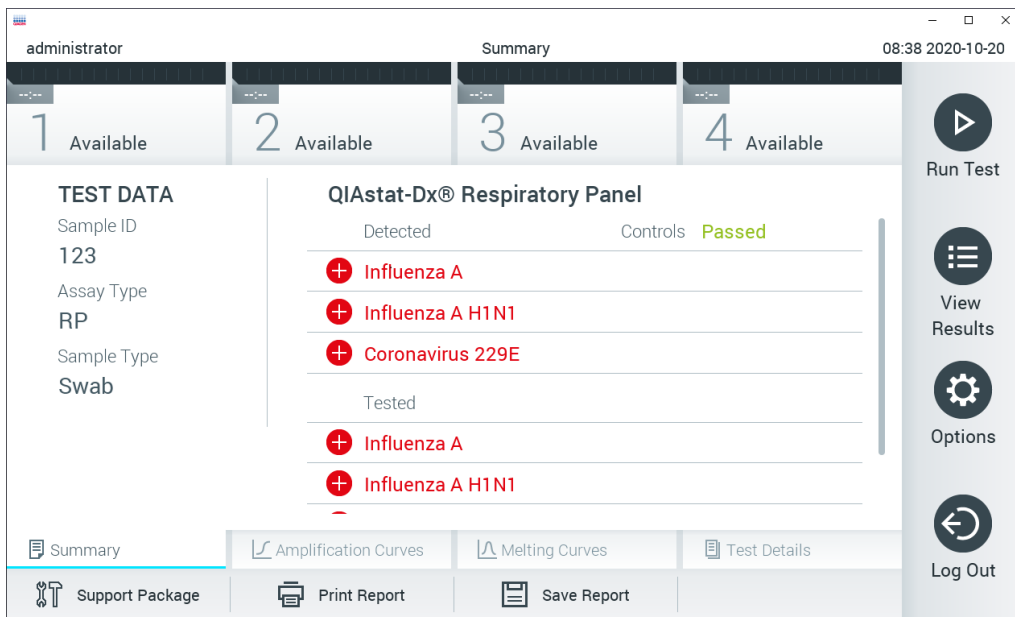

Рис. 30. Екран результатів Summary (Зведення).
11. Після того, як ви виймете тестовий картридж КВІАстат-ДКс, з'явиться екран **Summary** (Зведення) (рисунок 30). Докладні відомості див. в розділі 5.5.